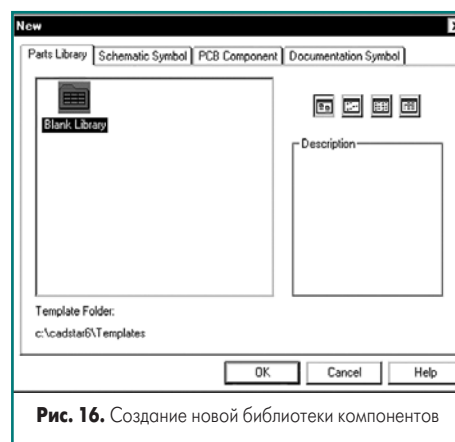

Рис. 16. Создание новой библиотеки компонентов
5. В появившемся диалоговом окне New (рис. 16) перейдем на вкладку Parts Library (библиотека компонентов) и выполним двойной щелчок левой кнопкой мыши на иконке Blank Library.